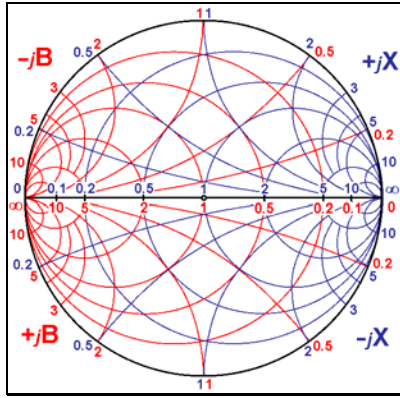

Figure 2 : Abaque de Smith mixte
Nous avons déjà vu (2) le principe de fabrication de l'abaque de Smith et la manière d'y faire des opérations concernant l'impédance complexe et l'impédance relative. Nous pouvons fabriquer un abaque de Smith pour l'admittance comme nous l'avons fait pour l'impédance. On l'obtiendra en faisant tourner ce dernier de 180°. Alors R deviendra G et X deviendra B. Nous avons sur la figure 2 un abaque mixte (Z-Y), impédance plus admittance, obtenu en superposant les abaques élémentaires.